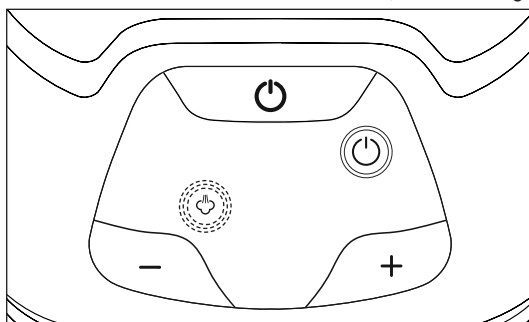

Fig. 6
- 2) Apăsați tasta Pornit/Oprit **13** pentru a porni aparatul. Becul de control Pornit/Oprit **14** luminează albastru, iar becul de control pentru aburi scăzut **18** luminează intermitent albastru (a se vedea fig. 6).